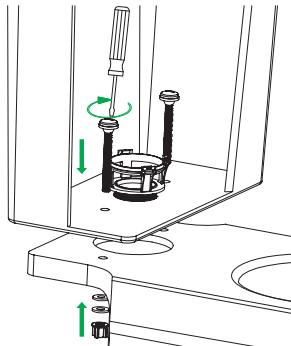

Рис. 15 / 15-сур.
- Вставьте болты с надетой резиновой прокладкой в отверстие бачка и чаши унитаза и закрепите бачок на унитазе согласно рис. 15.